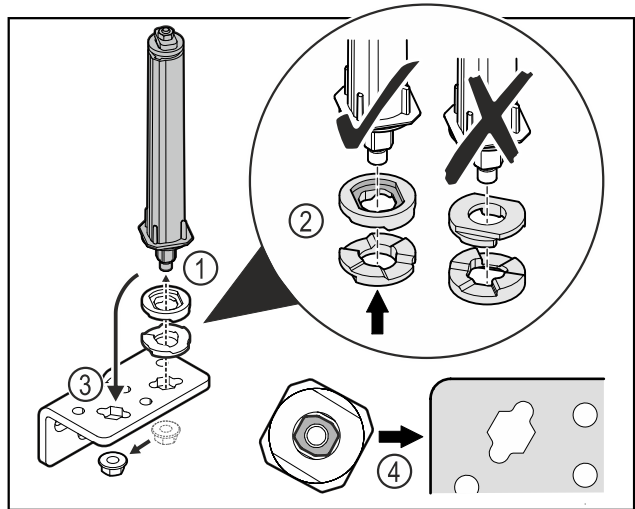

Fig. 35
- ▶ Відкрутити гайку і зняти систему запирання дверей Fig. 35 (1).
- ▶ Слідкувати за правильним розташуванням шайб для регулювання висоти Fig. 35 (2).
- ▶ Переставити систему запирання дверей у шарнірному кутику і зафіксувати гайкою Fig. 35 (3).
- ▶ Під час встановлення слідкувати за правильною орієнтацією системи запирання дверей Fig. 35 (4).